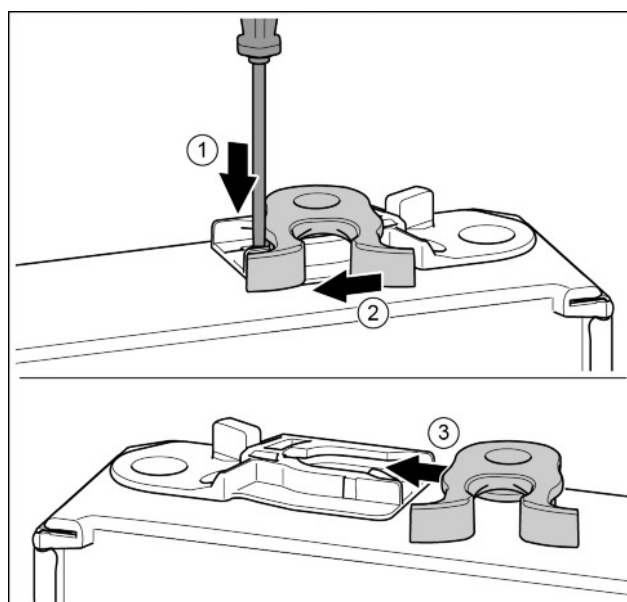

Fig. 13
- u Pousser vers le bas la languette avec un tournevis plat. Fig. 13 (1)
- u Tirer le crochet de fermeture en dehors du guide. Fig. 13 (2)
- u Pousser le crochet de fermeture dans le guide de l'autre côté. Fig. 13 (3)